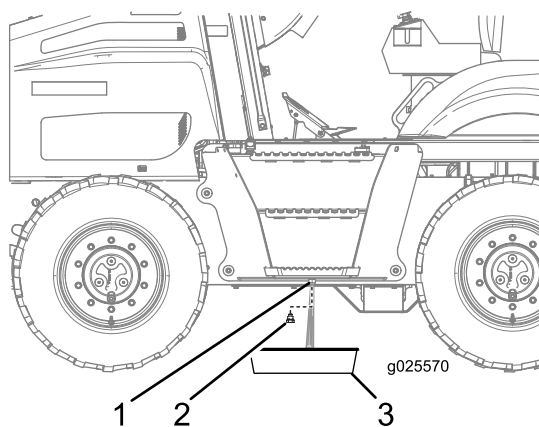

Bild 76
- Schrauben Sie die Ablassschraube aus dem Kraftstofftank und lassen Sie das Wasser ab (Bild 76).
- Wenn sauberer Kraftstoff austritt, setzen Sie die Ablassschraube ein und ziehen sie an (Bild 76).